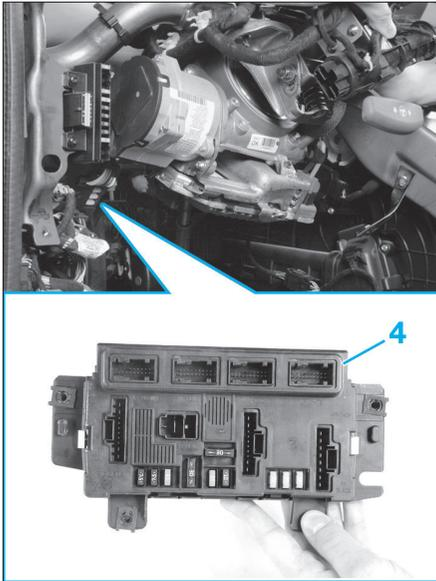

FIG. 12
- Déposer la platine (4) (Fig.12).